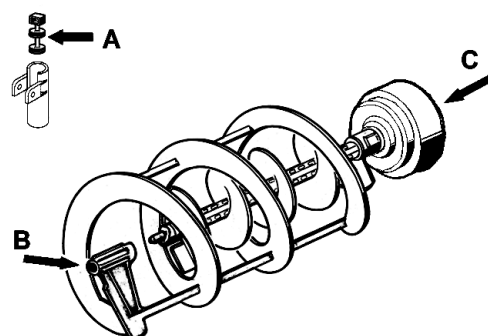

figura 13
- 2 Lubricar el pistón grifo, el rascador interior (en los puntos A, B y C indicados en la (ver figura 13) utilizando solamente la grasa suministrada por el fabricante u otro grasa para uso